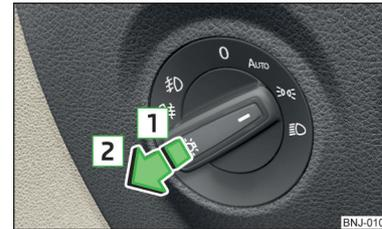

Abb. 44
- Den Lichtschalter in Stellung ☞, **AUTO** oder ☞ drehen. » *Abb. 44*
- Den Lichtschalter in Stellung  bzw. **AUTO** oder  » **Abb. 44 auf Seite 63** drehen.